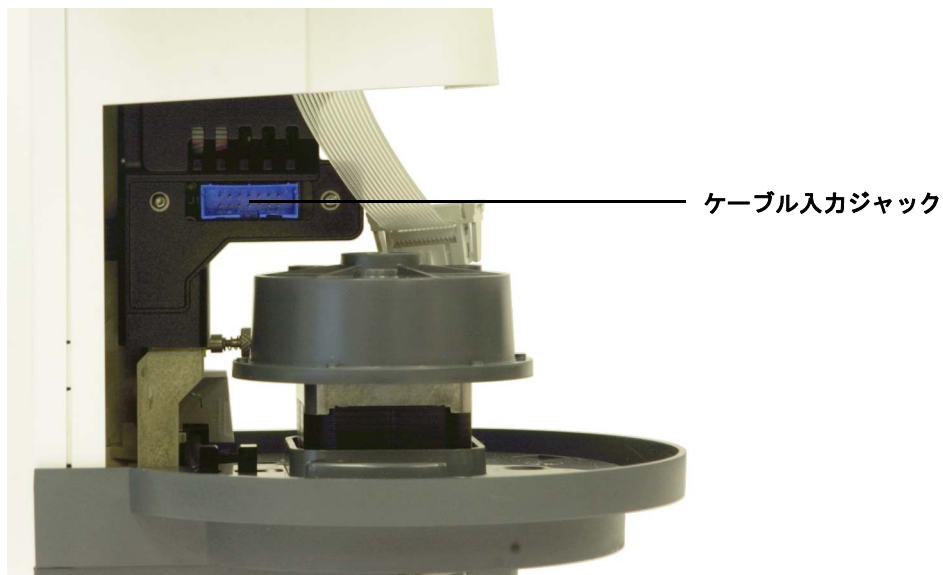

図 144 手が届くケーブル入力ジャックの位置
- 13 シリンジキャリアアセンブリを一番下までスライドさせて、タワーケーシングの下にあるアセンブリのケーブル入力ジャックに手が届くようにします (図 144)。